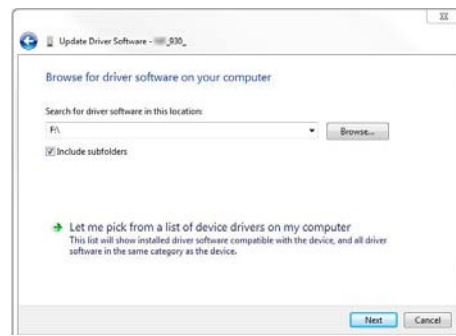

Abbildung 39: Quelle für Treiberinstallation auswählen
- Wählen Sie ihr CD-ROM Laufwerk und klicken Sie auf weiter (siehe Abbildung 39). Nun wird nach dem passenden Treiber gesucht. Wählen Sie aus der Liste den richtigen Treiber für ihren Drucker und klicken Sie auf "Weiter".